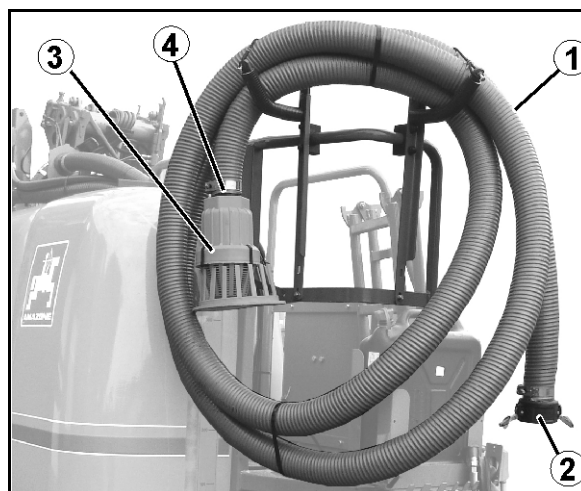

Fig. 55
- elektronisk (Fig. 55/1)(ekstraudstyr)
- mekanisk (Fig. 55/2).